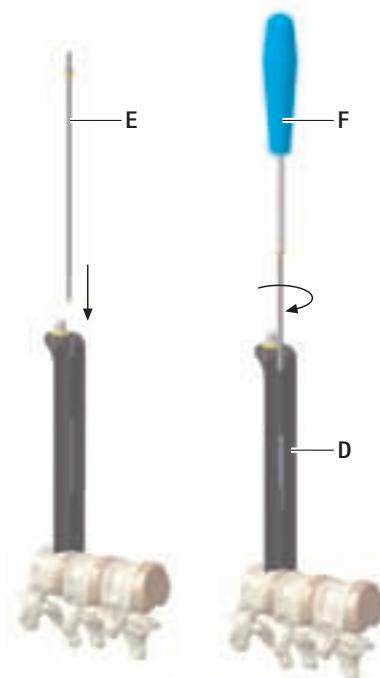

Fig. 1
- ▶ Introdurre la vite di fissaggio **E** nella valva **D** e stringerla, vedere Fig. 1.